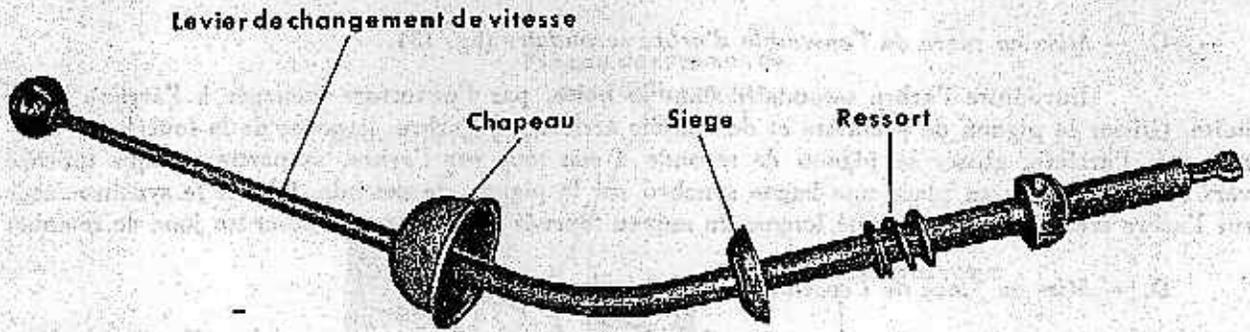

FIGURE 16. — Levier de changement de vitesse.
14) Levier de changement de vitesse (fig. 16).